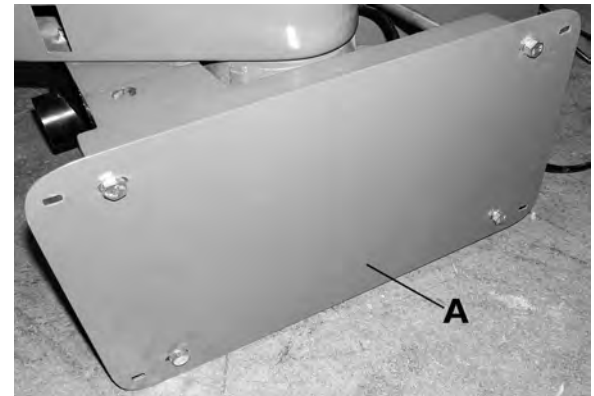

Figure 7
Positionnez la ponceuse sur son côté et installez la plaque du support (A) Fig.7 du cabinet sous la base de la ponceuse en utilisant 4 boulons hexagonaux et 4 rondelles.